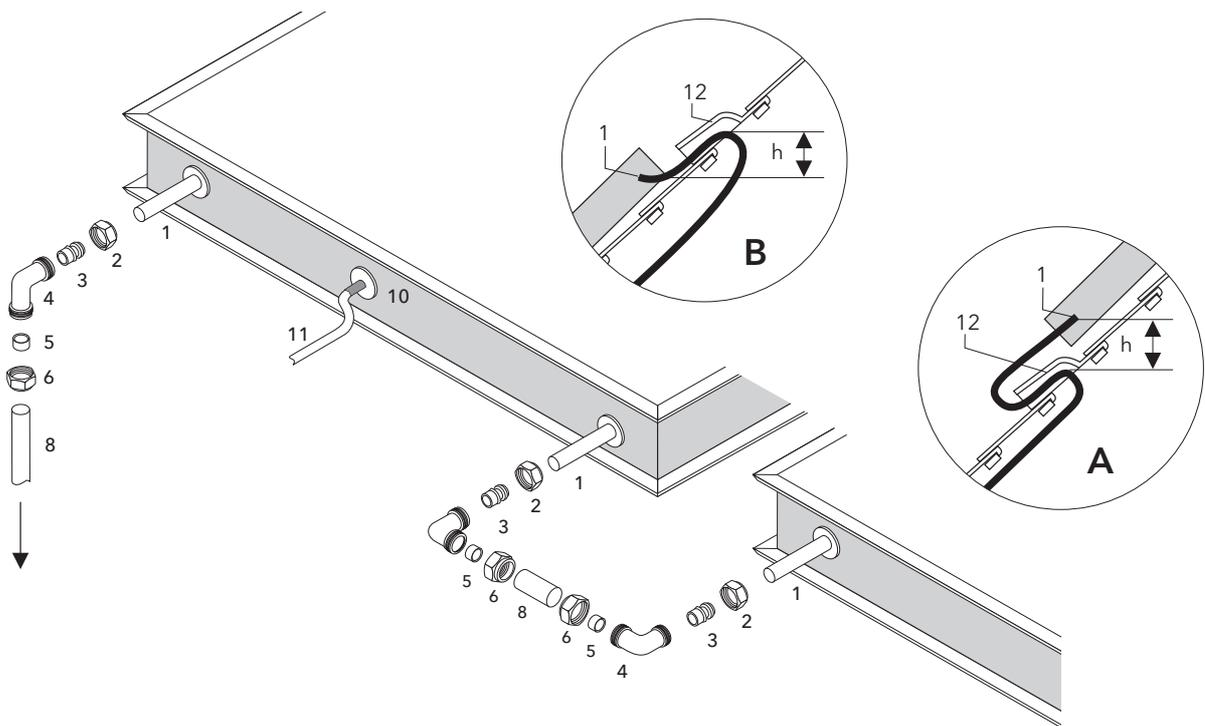
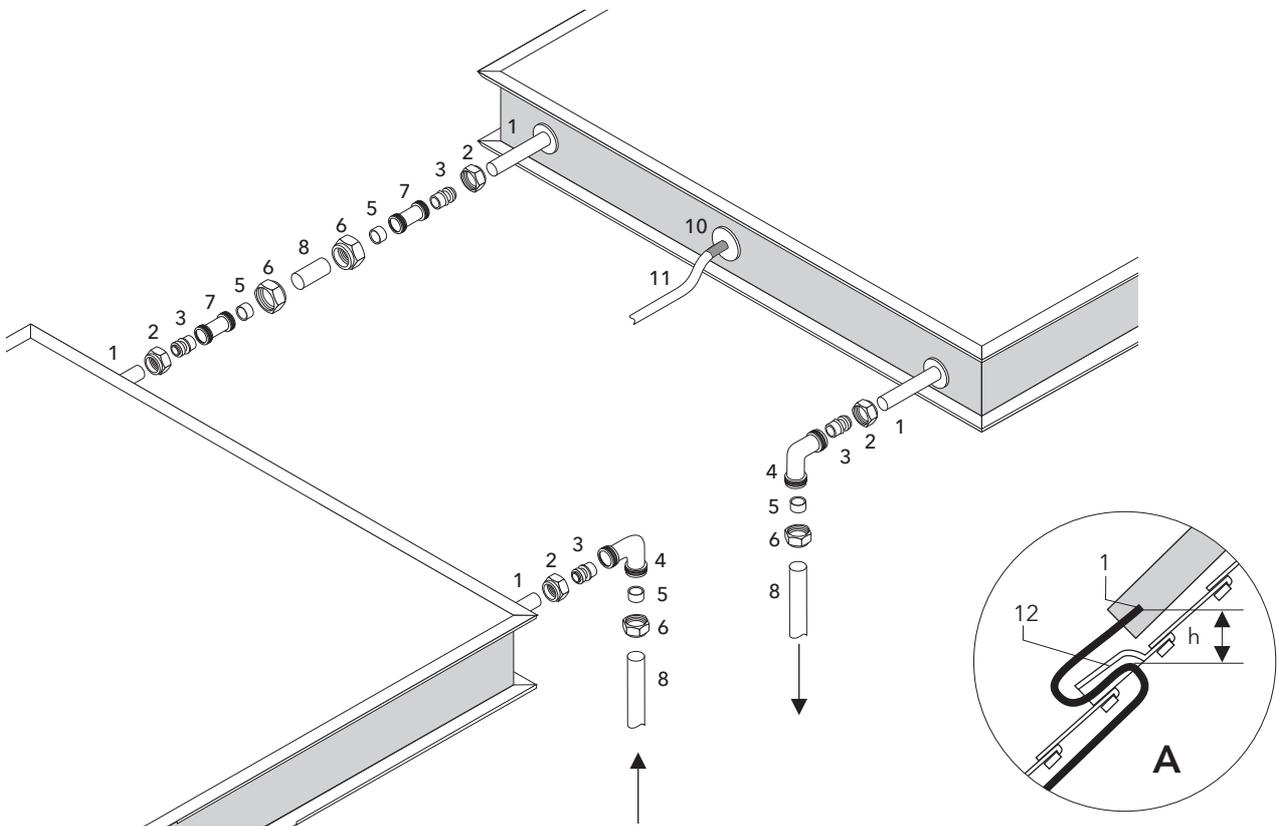

Bild 24 Solarkreis an Kollektoren mit Klemmringverschraubungen anschließen, Kollektorfühler montieren.
Bild 25 Verbindung von zwei nebeneinanderliegenden Kollektoren
- Entnehmen Sie bitte aus dem Systemkarton die nach Bild 25 bezeichneten Komponenten:
- Befestigen Sie die VL-Gruppe mit der Überwurfmutter (8) am Solarvorlauf des Speichers (7). Flachdichtung (2) nicht vergessen! Sie können die Kollektorkreisleitung (6) wahlweise im 90°- oder im 180°-Winkel vom Speicheranschluss weiterführen, indem Sie die Klemmringverschraubung (4) + (5) mit dem KFE-Hahn (3) austauschen. Richten Sie den KFE-Hahn waagrecht oder nach oben aus.
- Bei Betriebsstörungen kann es zu Flüssigkeitsabgaben aus dem Sicherheitsventil (16) kommen. Um ein Durchnässen der Speicherisolierung zu verhindern, empfehlen wir die bauseits zu erstellende Ableitung der Flüssigkeit mit z.B. Cu22x1-Rohr durch die untere hintere Belüftungsöffnung der Isolierung.
Bei Aufdachmontage werden bauseits Lüfterziegel (Bild 24-12) zur Eindringung in das Dach benötigt. Der Lüfterziegel an der Kollektorunterkante ist unterhalb des Kollektoranschlusses anzubringen. Die obere Kante des Rohrbogens unter Dach muss tiefer liegen als der Kollektoranschluss (Bild 24, Detail A).
- Bei Montage zweier Kollektoren übereinander soll der obere Lüfterziegel oberhalb der Kollektoroberkante angebracht werden (Bild 24, Detail B).
- In Bild 24 ist die Verbindung der Kollektorkreisrohre (8) mit den Kollektoranschlüssen (1) dargestellt: Die dem Systemkarton entnommene Klemmringverschraubung besteht aus den Teilen (2), (3), (4), (5) und (6), die gemäß der Zeichnung zu verwenden sind.
- Die Kollektoren dürfen nur in Reihe nacheinander (seriell), keinesfalls jedoch parallel durchströmt werden (Bild 24, 25).
### Montage des Kollektorfühlers (Bild 24 und 25)
- Bei Montage der Kollektoren übereinander den Fühler (Bild 24, 11) in die höher liegende Tauchhülse (10) des oberen Kollektors einstecken. Die Position des Fühlers bei Montage der Kollektoren nebeneinander ergibt sich aus Bild 25. Der zuletzt durchströmte Kollektor wird mit dem Kollektorfühler versehen.